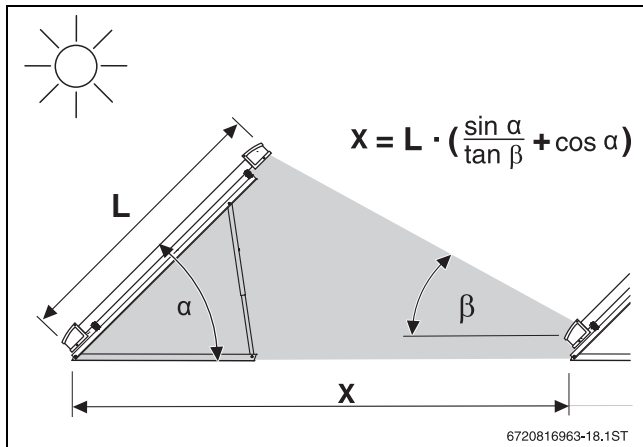

Bild 222 Vermeidung von Verschattung, Flachdachmontage
- ▶ Abstand X aus Tabelle 113 entnehmen oder mit der Formel aus Bild 222 ermitteln.
- ▶ Damit keine Verschattungen auftreten, bei mehrreihigen Feldern den Abstand X einhalten (→ Bild 222).